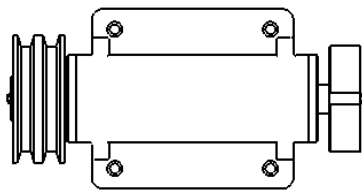

图 4.7.17 隐藏切线
Step4. 隐藏切边。在图形区右击刚创建的视图，在弹出的快捷菜单中选择 **切边** → **切边不可见 (C)** 命令，取消切边的显示，结果如图 4.7.17 所示。